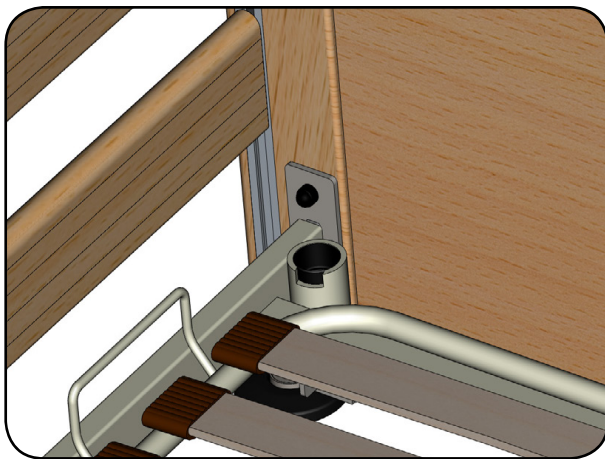
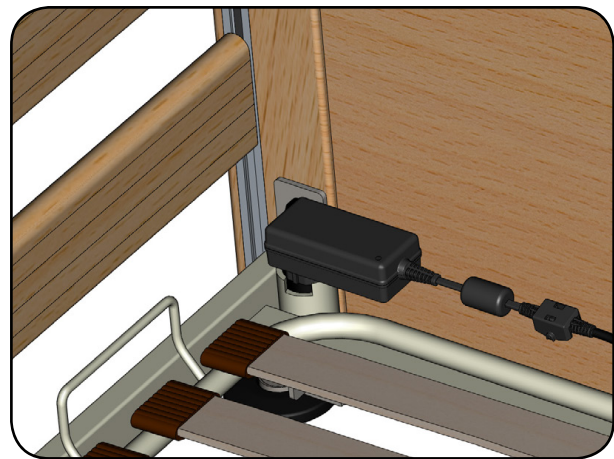

Abb. 9.01 - freie Aufrichterhalterung mit Transportsicherung
Abb. 9.02 - Steckernetzteil in Transportsicherung
**Trennen Sie das Produkt vor dem Transport vom Stromnetz. Benutzen Sie beim Transport die Transportsicherung, um das Risiko des Überfahrens der Zuleitung und des Herunterfallens des Steckernetzteils zu verhindern. (Abbildung 9.02)**
Die Transportsicherung befindet sich in der freien Aufrichterhalterung (Abbildung 9.01). Zum Verfahren des Produktes wird die Zuleitung um die Liegefläche herumgezogen und das Steckernetzteil in die Transportsicherung gesteckt (Abbildung 9.02).